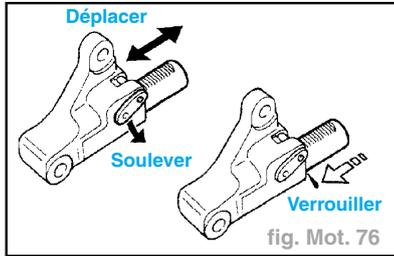

fig. Mot. 76
- S'assurer que le piston se déplace sans résistance lorsqu'on soulève le cliquet avec le doigt (fig. Mot. 76).